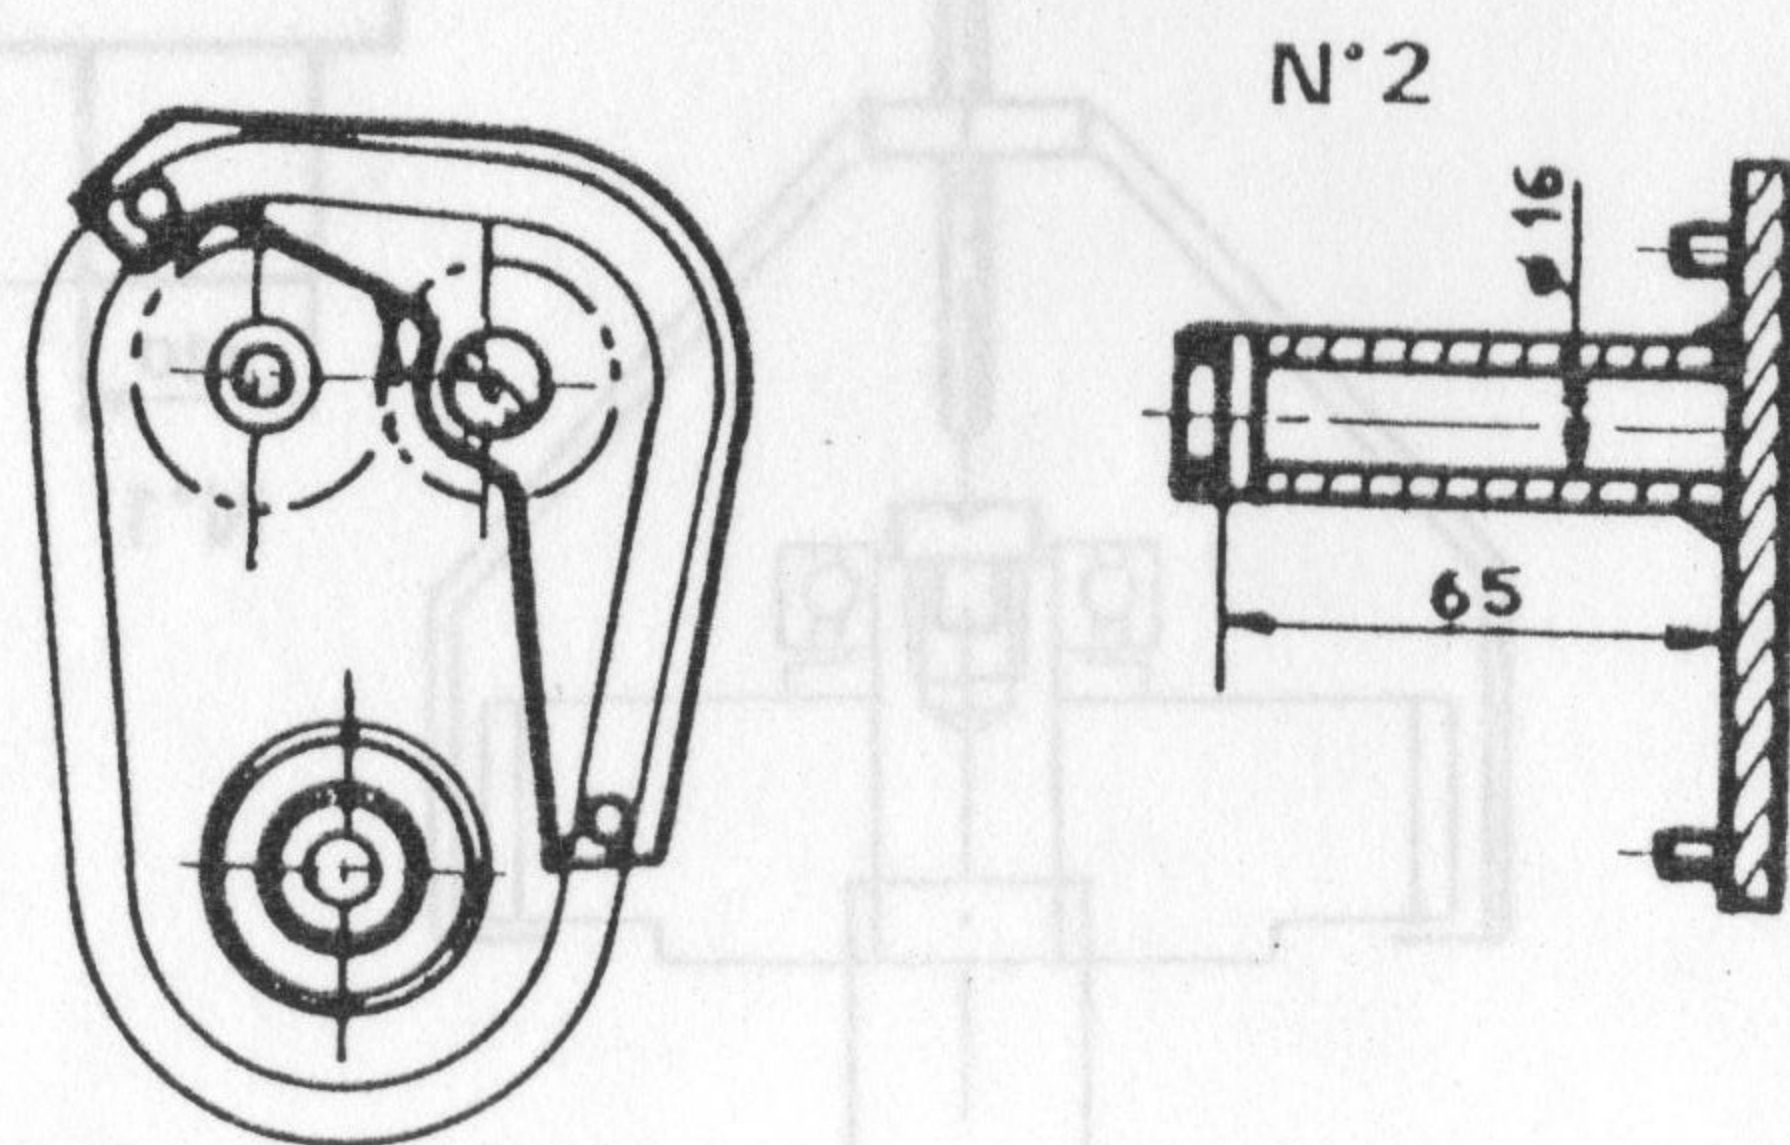

Fig. E8
- tenir l'axe du pignon à l'aide de l'outillage n° 2 et dévisser l'écrou autoserrant de cet axe. (Fig. E8).
- hold pinion shaft using the tool n° 2 and unscrew the self locking nut on this shaft. (Fig. E8).